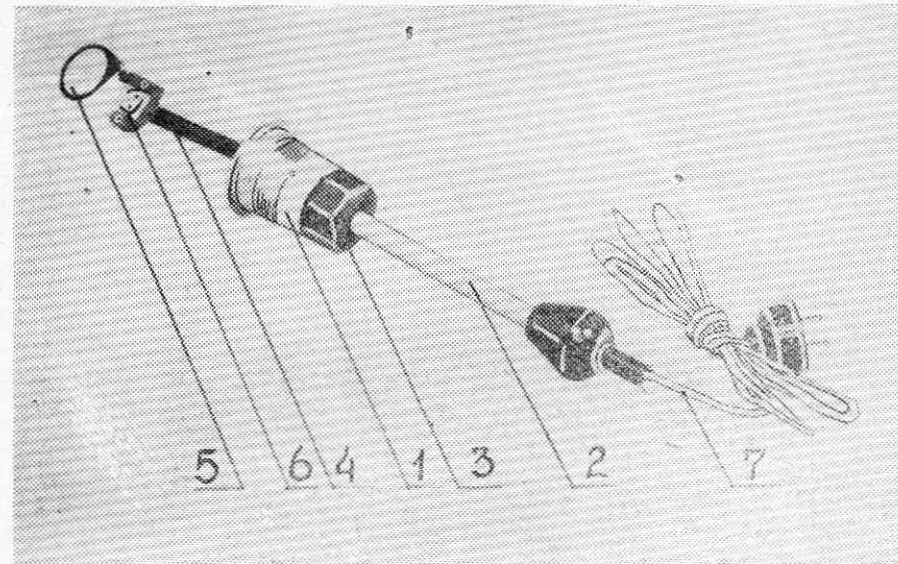

Рис. 10. Ламподержатель галогенной лампы:
К комплекту принадлежностей прилагается ламподержатель галогенной лампы (рис. 10). Применение галогенной лампы позволяет получать более высокую яркость и равномерность освещенности, необходимую при печати плотных негативов.
- наденьте на корпус 1 (рис. 10) ламподержателя галогенной лампы меньшую шайбу;